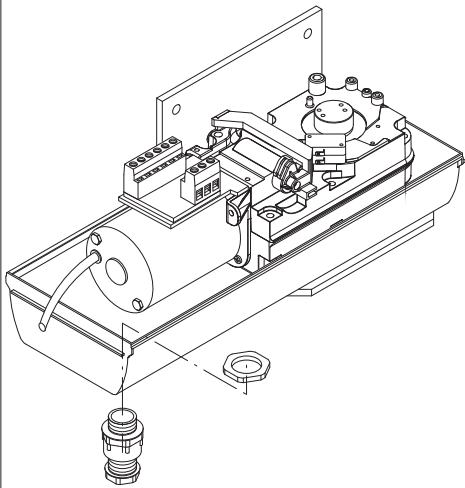

Рис. 12
• Установите кулачки концевых выключателей "R-FC1" и "R-FC2", как показано на Рис. 12, крепежные винты не затягивайте.
• Полностью закройте или откройте ворота. Поверните соответствующий кулачок до щелчка микровыключателя и зафиксируйте в этом положении, затянув соответствующие винты, как показано на Рис. 12.